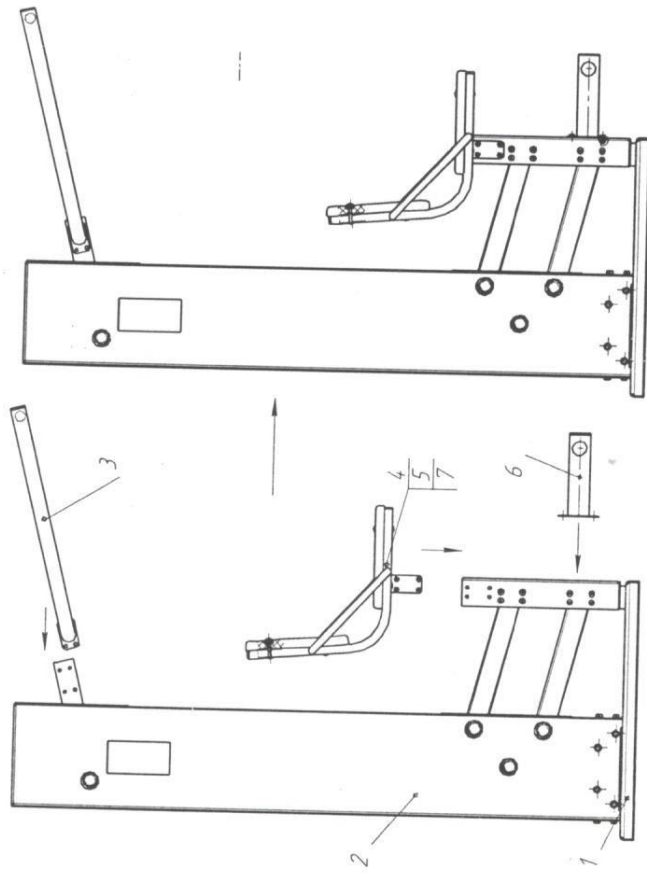

Рис.4
10.3.3 Произвести сборку тренажера (рис.4...9):